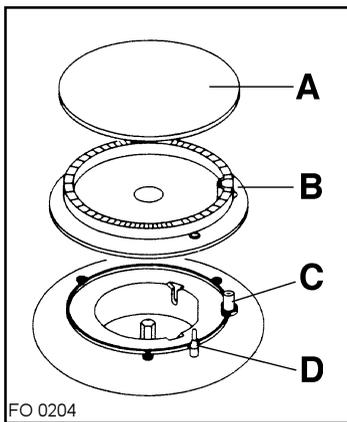

Fig. 1
- Manter o botão pressionado durante cerca de **5 segundos** para que o dispositivo de segurança (Fig.1-"D") mantenha acesa a chama automaticamente.
- Se após algumas tentativas o bico não se acender, verificar se as tampas (Fig. 1 - "A") e os espalhadores (Fig. 1 - "B") dos bicos estão colocados corretamente.
Deve-se proceder regularmente a uma limpeza dos acendedores (Fig.1 - "C") com água quente e detergente, tendo cuidado em eliminar todas as possíveis incrustações.